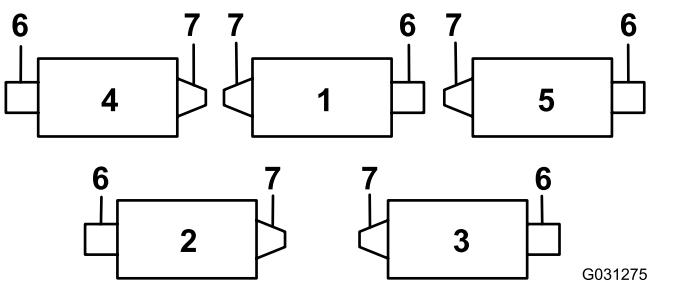
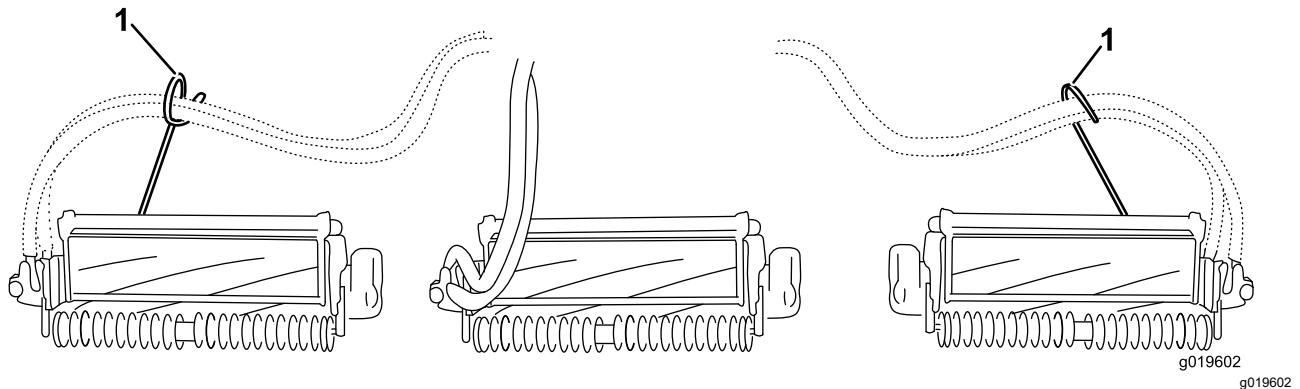
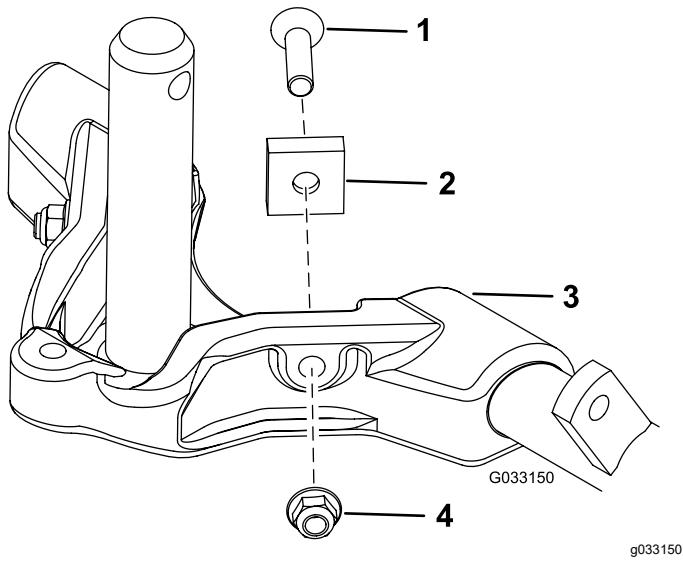

图 12
图 14
图 15
重要事项 在 4 号滚刀组左前和 5 号滚刀组右前上用杆支架安装螺母将软管导向架安装到滚刀组凸耳的前面。软管导向架应偏向于中心滚刀组 图 12 至 图 14。
7. 拆去后2号和3号滚刀组承载架上的2个枢轴垫片、六角螺丝和凸缘锁紧螺母 图 15 增强后滚刀组的转向力度请参阅 图 12。